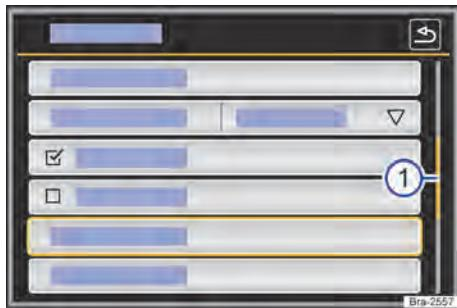

Fig. 103 Representação esquemática: entradas da lista no menu de configurações.
As entradas de lista podem ser acessadas pelo toque direto no display ou por meio do botão de regulagem → Fig. 103 ④.
Se em uma exibição de lista houver mais registros selecionáveis do que podem ser visualizados, são mostradas superfícies de função para a rolagem ou uma barra de rolagem à direita na imagem → Fig. 103 ①.